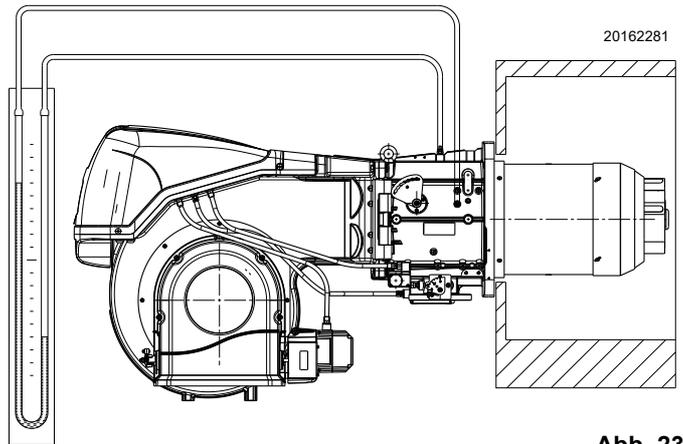

Abb. 23
- Ein U-Rohr-Manometer oder einen Differenzdruckmesser (Abb. 23) mit Anschluss (+) am Gasdruck der Muffe und (-) in der Brennkammer montieren.
Das U-Rohr-Manometer (Abb. 23 auf Seite 26) zeigt den Gaseintritt an der Muffe an.
Ein Richtwert kann der Tab. L auf Seite 23 entnommen werden. Es genügt, den Gasdruck am U-Rohr-Manometer abzulesen (auf der Abb. 23 auf Seite 26 dargestellt) und den Anweisungen zu folgen.